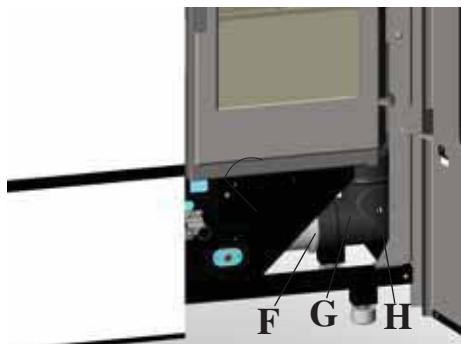

fig. 5
Pour le raccordement, il suffit d'enfiler le conduit de cheminée en acier inox d'un diamètre de 8 cm (non fourni) sur le coude de raccordement (G-fig.5) déjà présent sur le poêle et accessible en ouvrant le volet en verre droit (fig. 5).
- Desserrer le collier de blocage (F-fig. 5) du coude de raccord et le tourner de 90°.